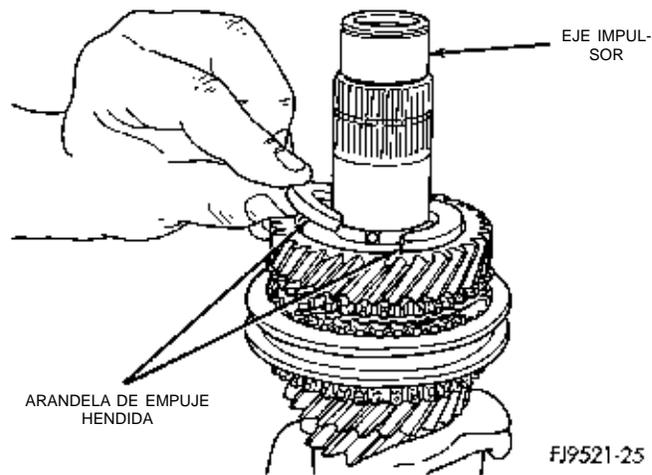

Fig. 83 Desmontaje de la arandela de empuje hendida
- (5) Retire la arandela de empuje hendida (Fig. 83).